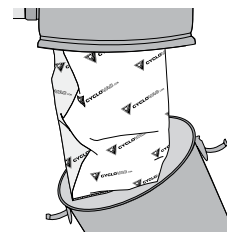

рис. 8
1. Для получения доступа к фильтр-пакету следует отжать два зажима и снять пылеприемник (рис. 8);